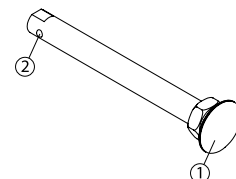

Fig. 6
- Per rimuovere la ruota posteriore, spingete il pulsante al centro del mozzo (Fig 6) e tirare la ruota (1).
- Assicuratevi sempre che le sfere d'arresto (2) si estendano oltre la boccola dell'asse per un blocco sicuro.